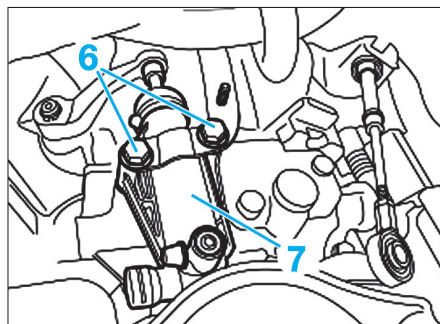

Fig. 11
- Dévisser les vis de fixation (6) et déposer l'actionneur hydraulique d'embrayage (7) (Fig.11).